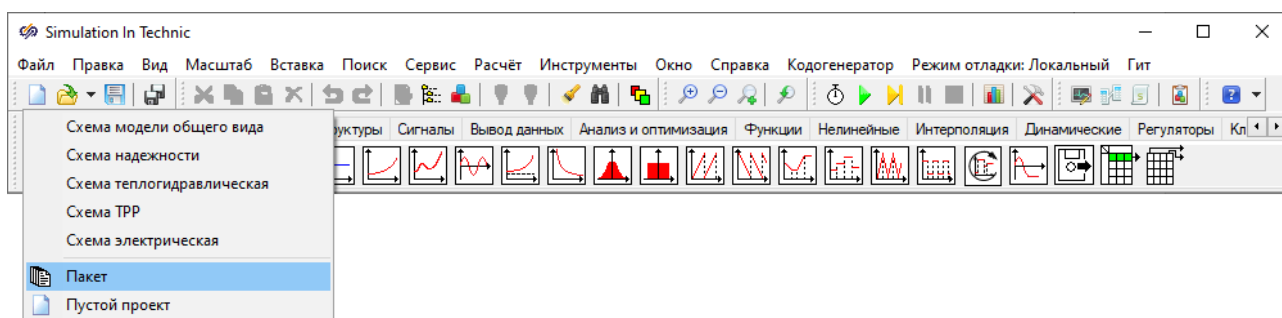

Рисунок 6.2.1. Меню создания нового пакета проектов.
- 2) В выпадающем меню выберите пункт «**Пакет**» (Рисунок 6.2.1).